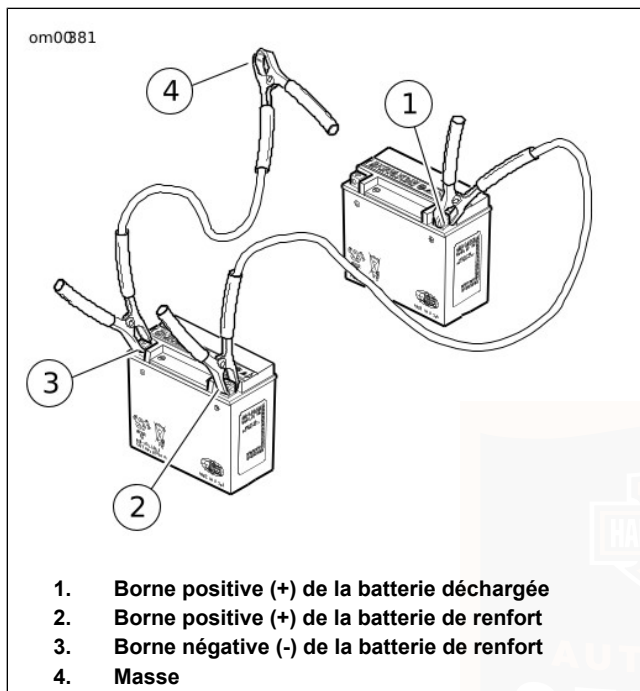

Figure 56. Connexions des câbles de démarrage
1. Voir Figure 56. Connecter une extrémité du câble de démarrage à la borne positive (+) de la batterie DÉCHARGÉE (1).
2. Connecter l'autre extrémité du même câble à la borne positive (+) de la batterie de RENFORT (2).